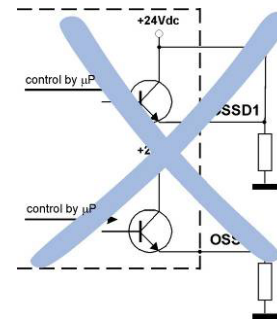

Fig. 15
- Si une de ces configurations est utilisée par erreur (figures 15, 16, 17), l'appareil passe en situation de bloc de protection (cf. *point 7 "Fonctions de diagnostic"*).